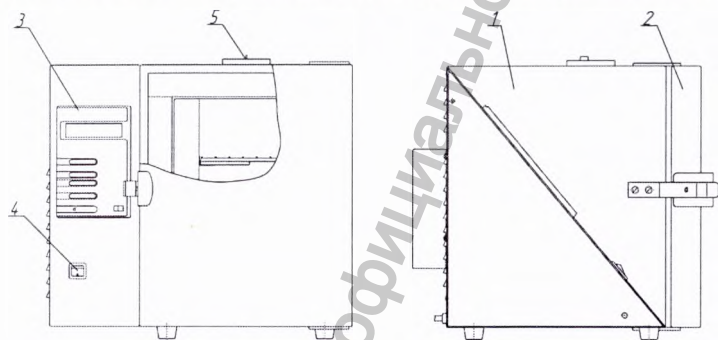
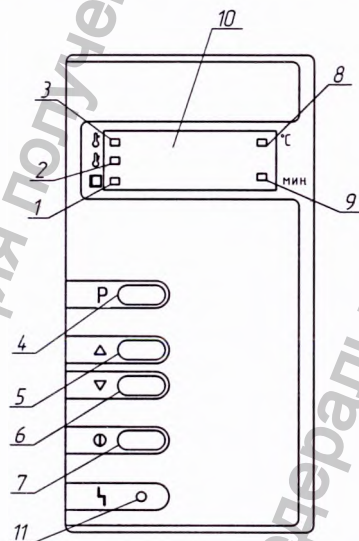

Рисунок 1. Общий вид.
Рисунок 2. Блок управления.
1.4.1 Общий вид стерилизаторов представлен на рис. 1 и 2.
Установить выключатель (поз. 4, рис. 1) в положение "I". На блоке управления загорится индикатор (поз. 8, рис. 2), информационное табло (поз. 10, рис. 2) отображает текущую температуру в стерилизационной камере.
Для выбора режима стерилизации нажать на кнопку "P" (поз. 4, рис. 2) и выбрать нужный, путем нажатия на одну из кнопок "Δ", "▽" (поз. 5, 6, рис. 2).
Для запуска выбранного режима кратковременно (не более 2 сек) нажать на кнопку "1" (поз. 7, рис. 2). Стерилизатор перейдет в фазу «НАГРЕВ», начнет мигать индикатор "НАГРЕВ"/"ВЫДЕРЖКА" (поз. 3, рис. 2). Информационное табло индицирует изменение температуры в камере. Происходит нагрев до установленного значения температуры.
В фазе «ОХЛАЖДЕНИЕ» индикатор продолжает показывать изменение температуры в камере и горит индикатор "ОХЛАЖДЕНИЕ" (поз. 2, рис. 2). Температура в камере падает. При понижении температуры до 75 °C гаснет индикатор "ОХЛАЖДЕНИЕ", загорается индикатор "ВЫГРУЗКА" (поз. 1, рис. 2) и звучит прерывистый звуковой сигнал, который выключается через 1 минуту. Для отключения звукового сигнала, необходимо удерживать кнопку "P" не менее 3-х секунд.
2.3.2 Установить выключатель (поз. 4, рис. 1) в положение "I". На блоке управления загорится индикатор (поз. 8, рис. 2), информационное табло (поз.10, рис. 2) показывает текущую температуру в стерилизационной камере.
2.3.3 В алгоритм работы стерилизаторов, заложена возможность автоматического запуска прерванного (в результате кратковременного пропадания питающего напряжения) цикла. Если после включения произошел автоматический запуск цикла, то для его остановки необходимо нажать на кнопку "ⓘ" (поз. 7, рис. 2) и удерживать ее в течение 3 секунд.
2.3.4 Для выбора режима стерилизации необходимо нажать на кнопку "Р" (поз. 4, рис. 2), (на информационном табло попеременно отображаются установленная температура и время выдержки) и выбрать требуемый, путем нажатия на одну из кнопок "Δ" или "▽" (поз. 5, 6, рис. 2). Для выбора доступны четыре предустановленных заводом-изготовителем режимов работы, соответствующие требованиям ГОСТ 22649-83 (таблица 3). Запуск цикла осуществляется коротким (не более 2 сек) нажатием кнопки "ⓘ".
После перехода в состояние редактирования режима начнет мигать индикатор температуры (поз. 8, рис. 2). Кнопками «Δ» и «∇» установите нужное значение температуры.
После установки требуемой температуры, для перехода в задание времени выдержки, необходимо удерживать нажатой кнопку «Р» в течении 3-х секунд. Начнет мигать индикатор времени (поз. 9, рис. 2). Кнопками «Δ» и «∇» установите нужное значение времени выдержки.
2.3.8 При достижении заданной температуры стерилизатор переходит в фазу «ВЫДЕРЖКА». Включается светодиодный индикатор " ВЫДЕРЖКА " (поз. 3, рис. 2), информационное табло попеременно индицирует время выдержки и текущую температуру в камере. Происходит выдержка при заданной температуре, по истечении которой стерилизатор переходит в фазу «ОХЛАЖДЕНИЕ».
2.3.9 В фазе «ОХЛАЖДЕНИЕ» индикатор продолжает показывать изменение температуры в камере и горит индикатор "ОХЛАЖДЕНИЕ" (поз. 2,рис. 2). Температура в камере падает.
2.3.10 При понижении температуры до 75 °С гаснет индикатор "ОХЛАЖДЕНИЕ", загорается индикатор "ВЫГРУЗКА" (поз. 1, рис. 2) и звучит прерывистый звуковой сигнал (в течении 1 минуты), после чего можно открыть дверь и произвести выгрузку.
2.3.11 По окончании работы установить сетевой выключатель в положение "О" (поз. 4, рис. 1).